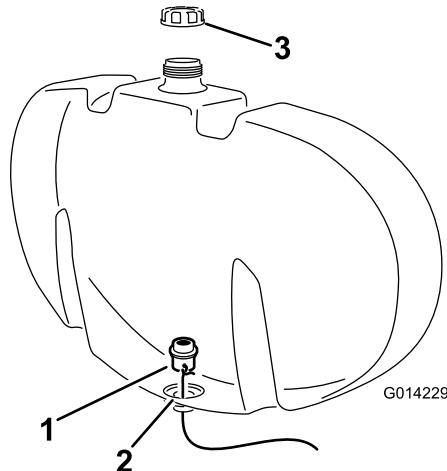

Figure 7
- Utilisez le fil pour guider le raccord de traversée dans le trou au fond du réservoir (Figure 7).
- Positionnez le raccord de traversée en plaçant le joint transparent en appui contre la paroi intérieure du réservoir de rinçage (Figure 7).